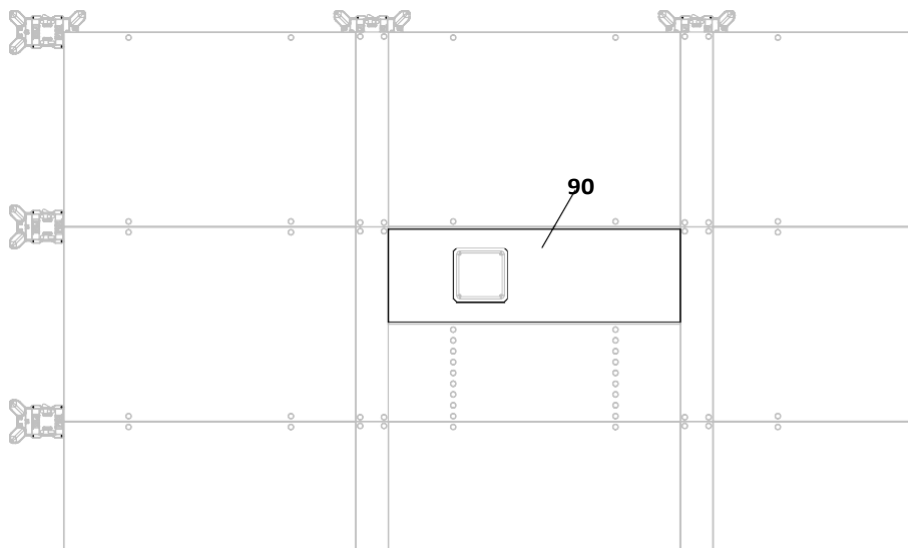

Fig. D3.12
6. Запълнете зоната за изкърпване с вложки 18 mm (90), и ги заковете на бичметата с пирони. (Fig. D3.12)